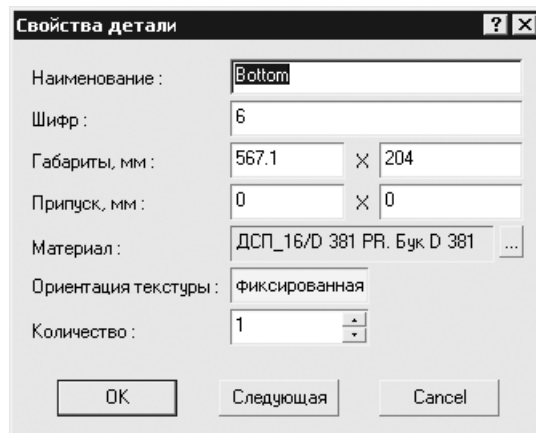

Рис. 7.9
4. Щелкнуть правой кнопкой мыши на строке с наименованием детали в задании на раскрой — откроется контекстное меню, в котором нужно выбрать пункт **Свойства** — откроется окно **Свойства детали** (рис. 7.9), в котором следует ввести габаритные размеры детали, припуски и количество деталей для изделия.